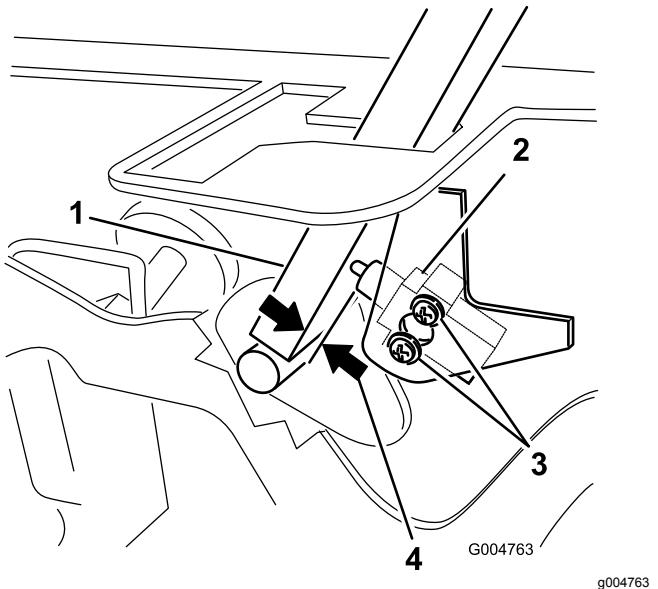

Рисунок 47
- Ослабьте 2 винта крепления блокировочного выключателя (Рисунок 47).
- Удерживая рычаг управления прижатым к раме, переместите выключатель в направлении рычага так, чтобы расстояние между рычагом и корпусом выключателя составляло 0,4–1 мм, как показано на Рисунок 47.